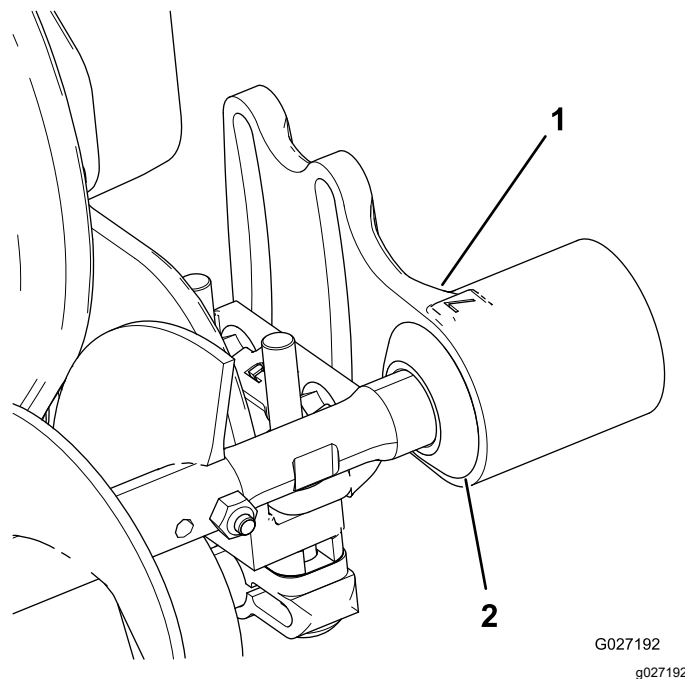

Figura 9
1. Deslize cada vedante de eliminação de sedimentos para fora até que os rebordos vedantes fiquem em ligeiro contacto com cada caixa de rolamentos (Figura 9).